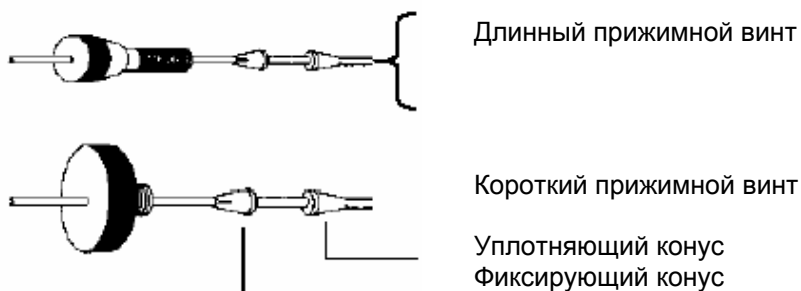

Рис. 16 Подсоединение капилляров DYNASEAL
2. Наденьте прижимной винт, фиксирующий конус и уплотняющий конус на капилляр. Будьте предельно внимательны, соблюдая последовательность и расположение уплотнений, см. рис.16 “Подсоединение капилляров DYNASEAL”.